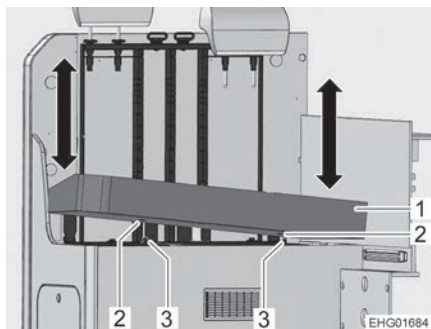

Fig. 29 Rimozione del cuscino
- Sollevare il cuscino (Fig. 29,1) su un lato e inclinarlo leggermente finché il primo perno (Fig. 29,3) non si disinnesta.
- Sollevare il cuscino sul lato opposto finché il secondo perno (Fig. 29,3) non si disinnesta.
- Posizionare il cuscino (Fig. 29,1) in diagonale, facendo attenzione ad allineare accuratamente le due rientranze (Fig. 29,2) sopra i due perni (Fig. 29,3).